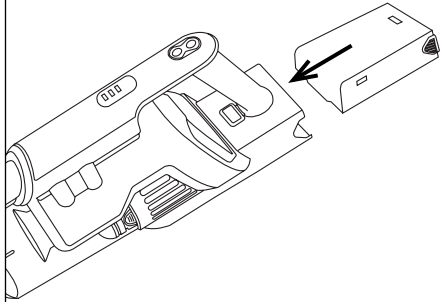

Fig 3
- Enchufar la fuente de alimentación (O) a la red eléctrica.
- Enchufar el conector del cargador en la toma de corriente del aparato, situada en la parte posterior del aparato. (Fig.3)